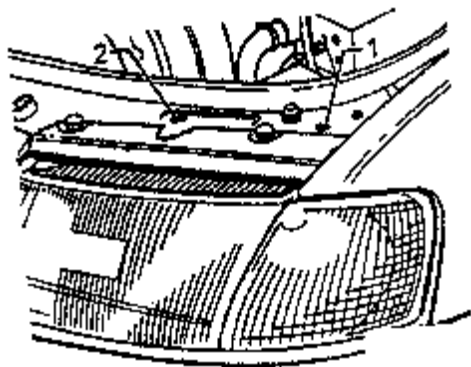

图 11-65 调整前大灯
①左前大灯调整如图 11-65 所示。右边的前大灯的调整螺钉与左边的是镜像对称的。